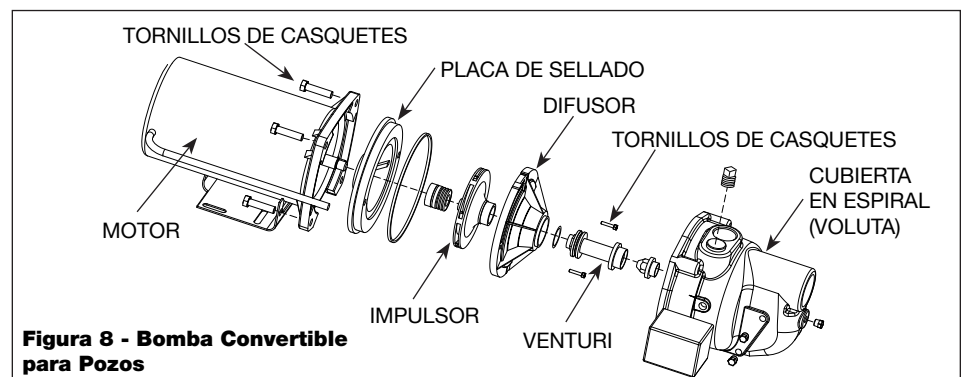

Figura 8 - Bomba Convertible para Pozos
- Saque los cuatro pernos que mantienen la cubierta en espiral de la bomba (voluta) unida al motor (Figura 8).